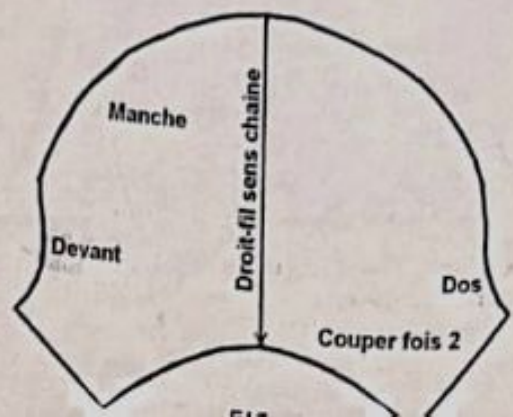

FIG. 4
- Ajoutez au patron fini de la manche (fig.4) 1cm valeur couture.